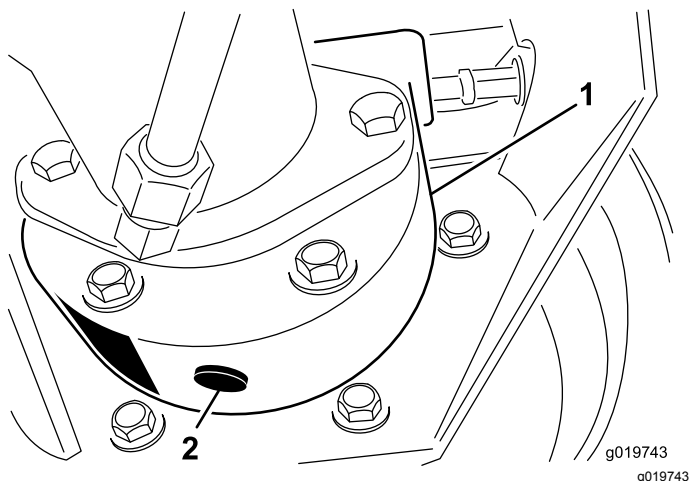

Figure 56
3. Placez un bac de vidange sous le carter de frein et enlevez le bouchon pour permettre à l'huile de s'écouler (Figure 56).